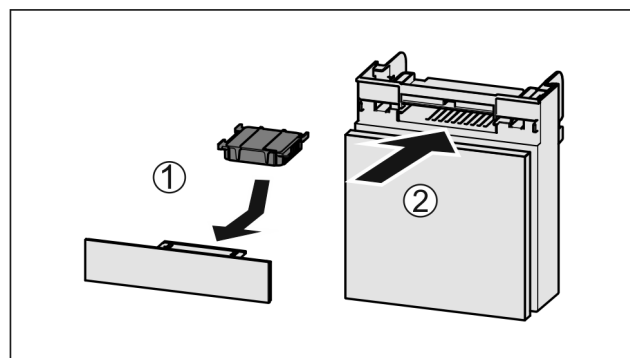

Fig. 121
- Inserire il vano Fig. 121 (2).